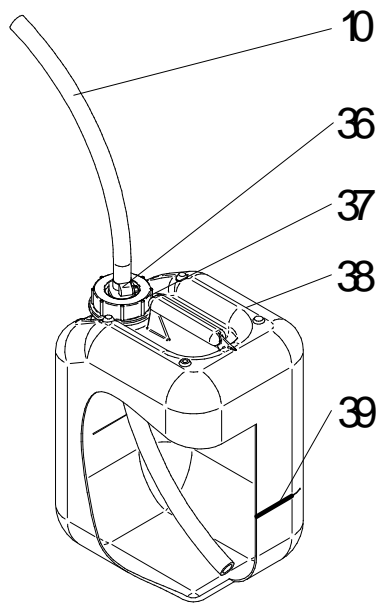

Abb. 6 Entschlammungsbehälter
Achtung Den mitgelieferten Entschlammungsbehälter (siehe Abb. 6, Seite 8) niemals als Wasserbehälter (47) verwenden,.
3. Ablassventil mit dem Schlüssel (40) öffnen, siehe Abb. 6, um Heizkessel vollständig zu entleeren.
13. Restliche Rückstände des Entkalkungsmittels vollständig aus dem Kanister entleeren, siehe Abs. 4.1, Abb. 6.